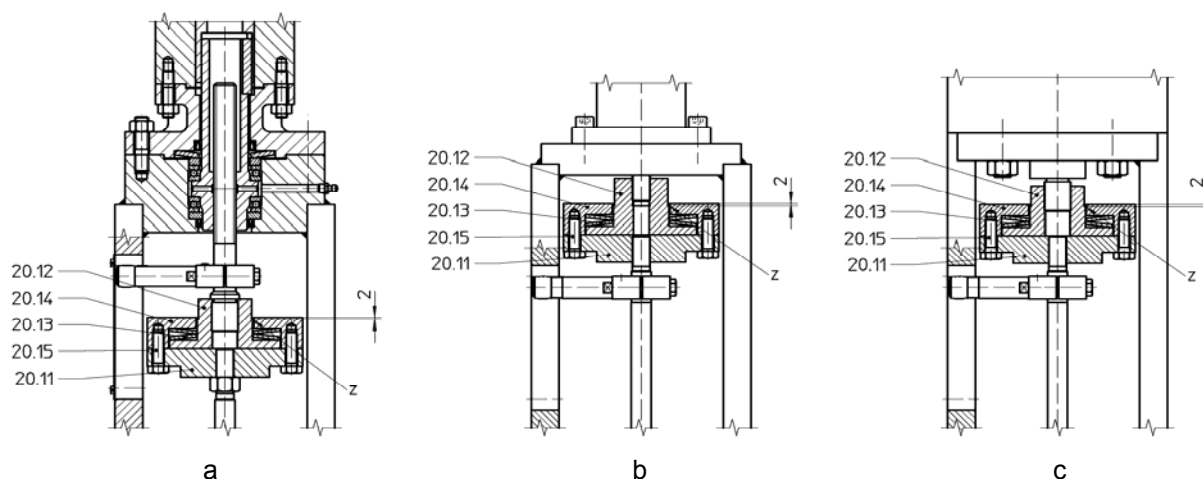

Рисунок 5: Изображение в разрезе соединительных муфт электроприводов
- Привод вращения со штепсельным гнездом В1 (рис. 5а)
- Привод тяги (рис. 5с)
При демонтаже соединительной муфты привода вращения со штепсельным гнездом (рис. 5а) поступают следующим образом:
При установке соединительной муфты привода тяги со штепсельным гнездом (рис. 5а) поступают следующим образом:
При установке соединительной муфты привода тяги (рис. 5с) поступают следующим образом: